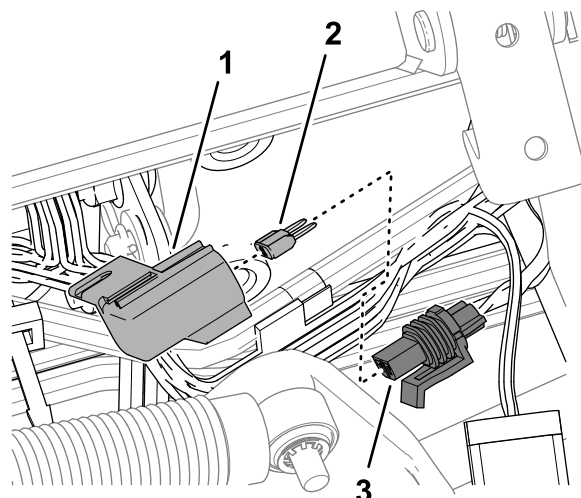

Рисунок 105
3. Снимите крышку со встроенного держателя предохранителя с маркировкой 10 A FUSE TELEMATIC PWR (ПРЕДОХРАНИТЕЛЬ 10 А ПИТАНИЯ УСТРОЙСТВА ТЕЛЕКОММУНИКАЦИИ) (Рисунок 105).